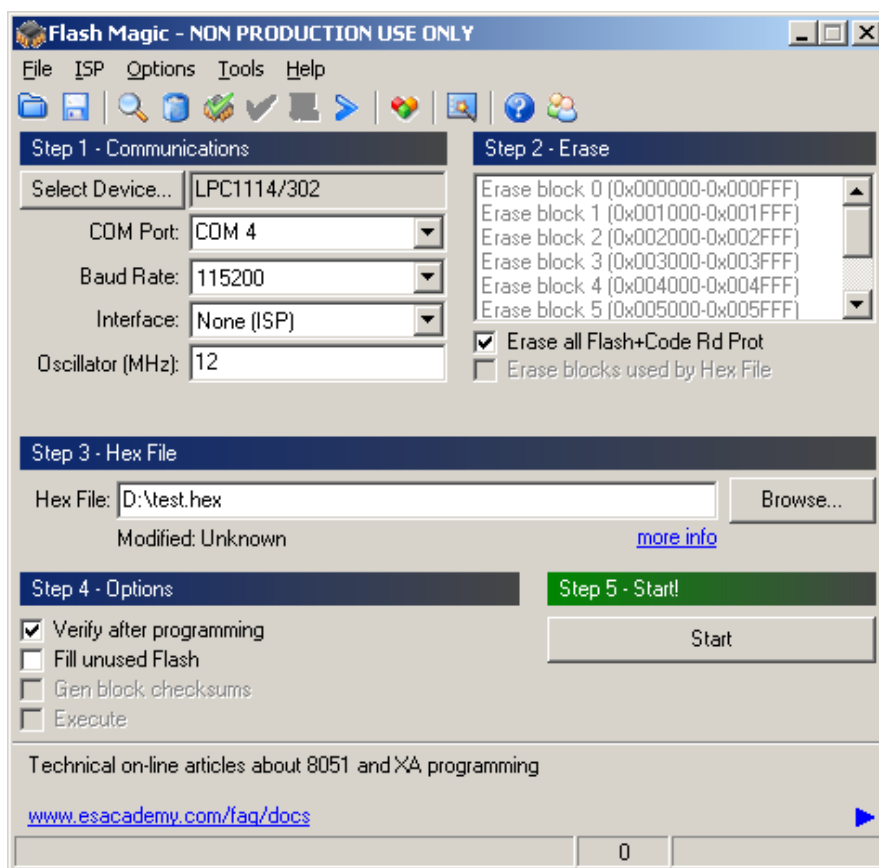

Рисунок 13
2. Запустить программу FlashMagic и установить следующие настройки (см. рисунок 13):
5. Нажать в окне FlashMagic кнопку Start (см. рисунок 13). После окончания программирования в строке состояния отобразится надпись Finished и количество удачно запрограммированных плат должно увеличиться на единицу.